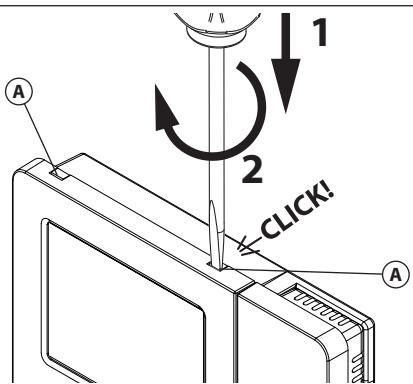

Fig. 3
- Pour installer l'interphone vidéo il faut l'ouvrir en séparant la base du couvercle qui contient toute son électronique : débranchez le combiné de l'interphone vidéo en enlevant le plug correspondant donc, introduisez la pointe d'un tournevis plat de 5,5 mm dans la clip (A), après tournez-le dans le sens inverse des aiguilles d'une montre jusqu'à que vous écoutez un « **CLIC!** ». Répétez la même opération avec l'autre clip comme indiqué sur la **Fig. 3**.